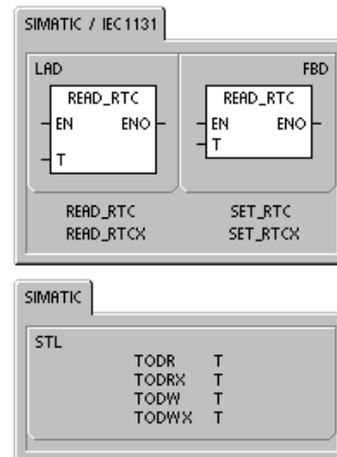

Figura 6-4 Formato del búfer de tiempo de 8 bytes (T)
Todos los valores de la fecha y la hora se deben codificar en BCD (por ejemplo, 16#97 para el año 1997). La figura 6-4 muestra el formato del búfer de tiempo de 8 bytes (T).